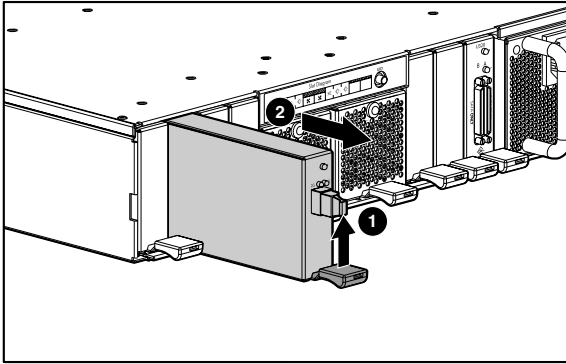

Figura 1: Extracción del módulo de E/S de canal de fibra
1. Levante el pestillo del módulo de E/S de canal de fibra de color rojo ❶ y extraiga el módulo de E/S del receptáculo ❷ como se muestra en la Figura 1.